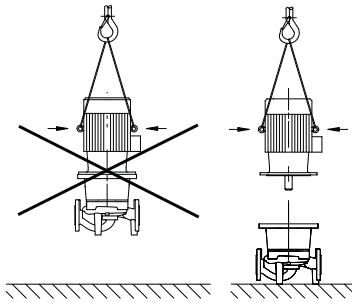

Fig. 7: Moottorin kuljetus
- Moottorissa olevia kuljetussilmukoita saa käyttää vain moottorin kuljetukseen, ei koko pumpun (Fig. 7).